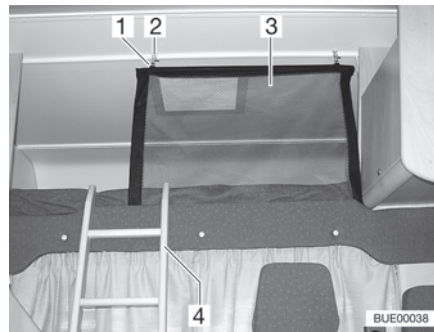
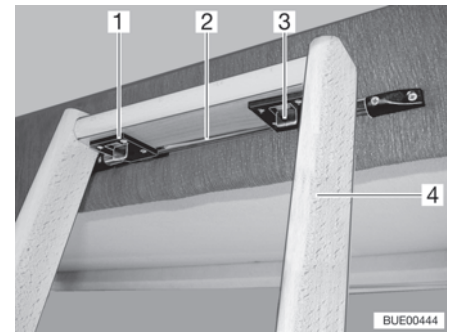

Fig. 100 Cama de alcoba
Fig. 101 Escalera de ascenso, bloqueo
Para subir a la cama de alcoba, utilizar la escalera de ascenso (Fig. 100,4 y Fig. 101,4) equipada de serie.
- Enganchar la escalera con los dos ganchos (Fig. 101,1) en la barra (Fig. 101,2) del panel de la alcoba.
- Correr los dos bloqueos (Fig. 101,3) hacia adelante.
La red de seguridad (Fig. 100,3) viene de serie entre el colchón y el somier. Tender la red de seguridad cuando las personas ya se encuentren en la alcoba.
- Enganchar el soporte (Fig. 100,1) en las argollas en el techo (Fig. 100,2).